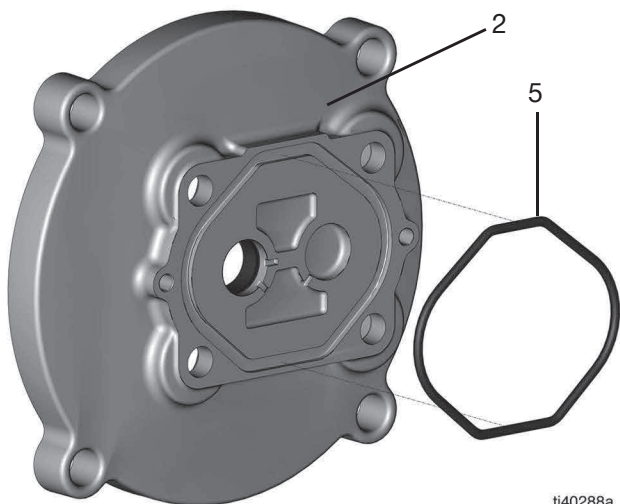

図 11
2. アダプタープレート (2) カバーカバーの溝に Oリング (5) を置きます (図 11 を参照)。